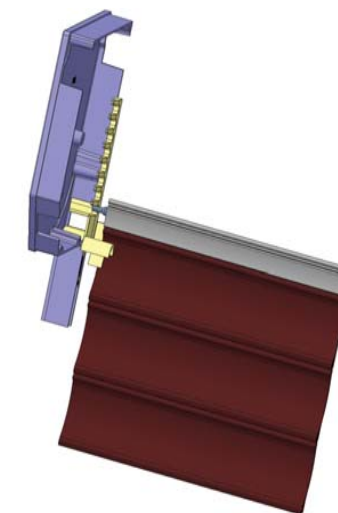

Рис.6
4. После установки полотна, убедитесь в том, что при опущенном полотне стальные штифты входят в зацепление с зубчатыми замками с обеих сторон (рис. 6)